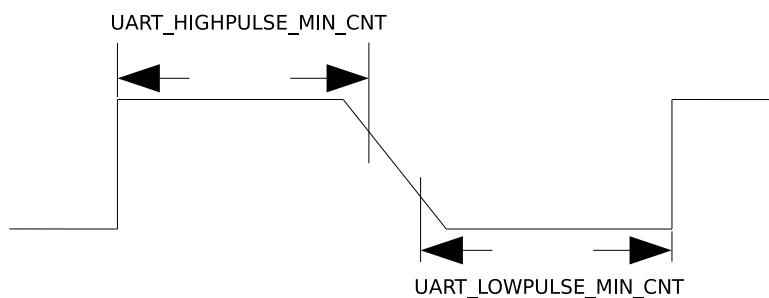

图 23.3-4. UART 信号下降沿较差时序图
2. 对于 UART 信号的下降沿信号比较差的情况，如图23.3-4所示，这时通过取 `UART_LOWPULSE_MIN_CNT` 与 `UART_HIGHPULSE_MIN_CNT` 的和平均得到的值不准确，可以通过 `UART_POSEDGE_MIN_CNT` 获取发送方波特率。计算公式如下：